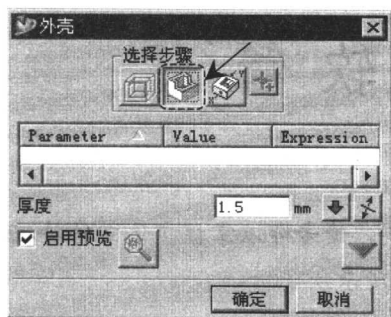

图 1.20 “外壳”对话框
(1) 选择命令。选择下拉菜单 **插入(S)** → **偏置/比例(O)** → **抽壳(H)** 命令，系统弹出图 1.20 所示的“外壳”对话框。
(2) 定义抽壳类型。单击“外壳”对话框中的“移除面”按钮 .